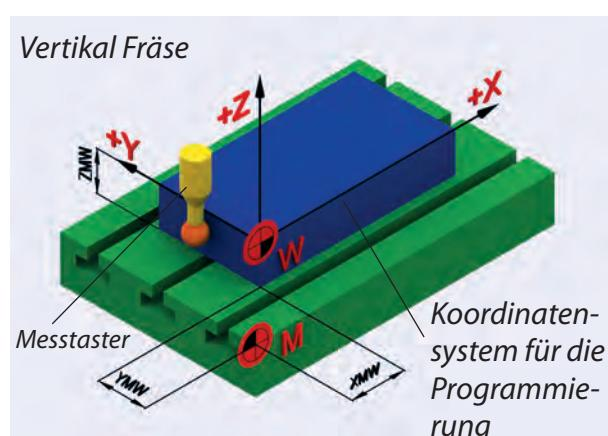

Abbildung 6
## Werkstücknullpunkt (W) (Abb. 6 u. 7):